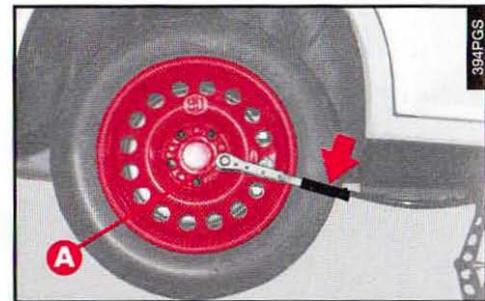

fig. 12
– Visser les cinq boulons de fixation (A-fig. 12).